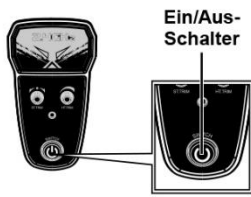

Abb. 9
1. Ein/Aus-Schalter zur Fernsteuerung: Abb. 9